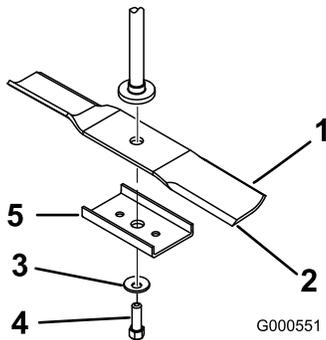

Figura 54
arandela curva, el refuerzo de la cuchilla y la cuchilla (Figura 54).
- Instale la cuchilla en el eje (Figura 54).
- Instale el refuerzo de la cuchilla, la arandela curva (con la copa hacia la cuchilla) y el perno de la cuchilla (Figura 54).